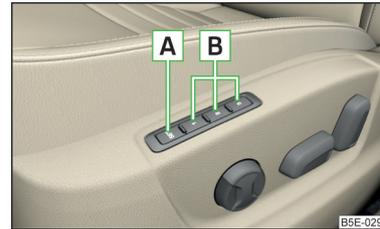

Abb. 76
Jeder der drei Speichertasten **B** » Abb. 76 kann eine Einstellposition zugeordnet werden.
- Die **SET**-Taste (Position **A**) » Abb. 76 drücken.
- Die gewünschte Speichertaste **B** » Abb. 76 drücken.
- › Eine beliebige Speichertaste **B** » Abb. 76 auf Seite 85 drücken und gedrückt halten.
- › Die **SET**-Taste (Position **A**) » Abb. 76 auf Seite 85 drücken und gedrückt halten.